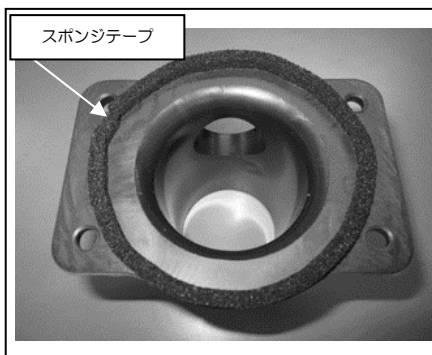

図 5
- ②エアフロアダプターフランジ部分へスポンジテープを貼り付けます。(図 5 参照)